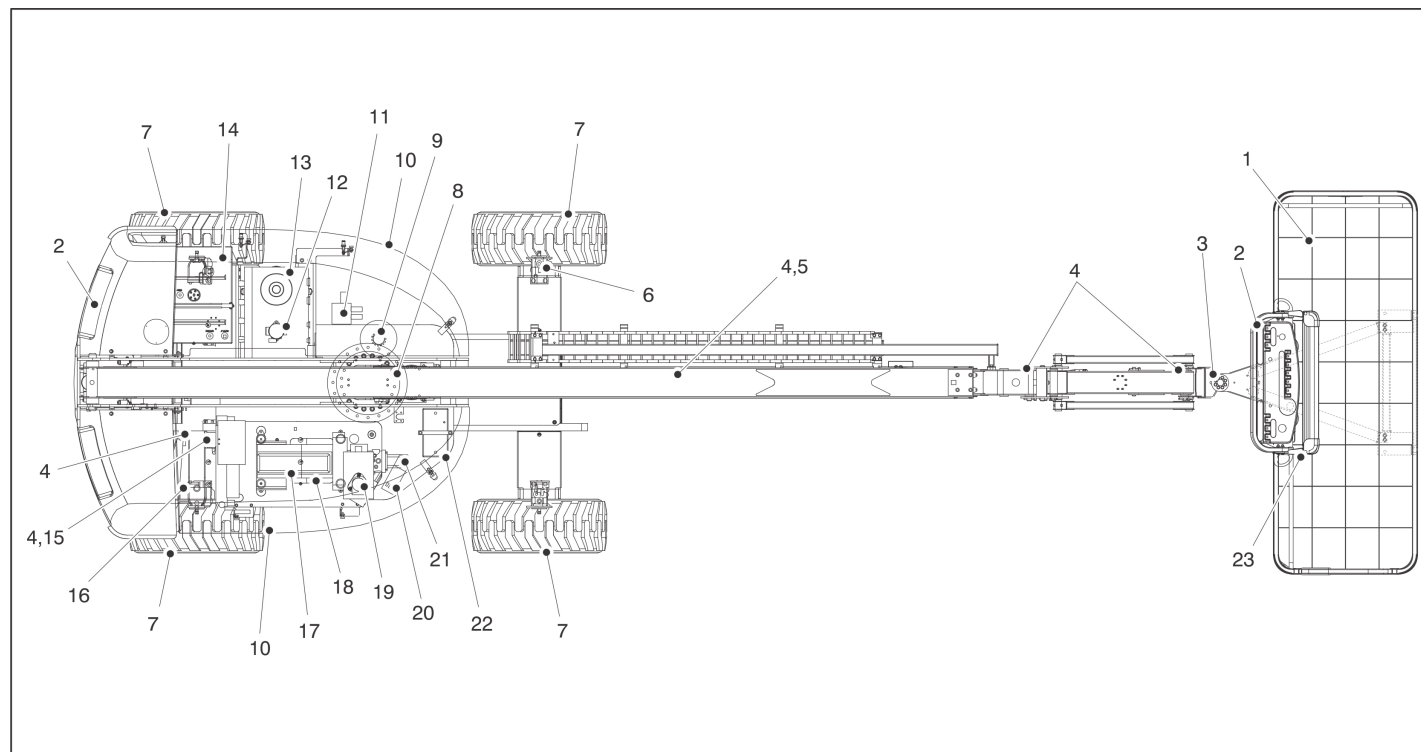

Fig. 2-2. Daglig rundvandringsinspektion – blad 2 av 1.
4. **”Rundvandrings”-inspektion** – se Fig. 2-2. t.o.m. Fig. 2-4.